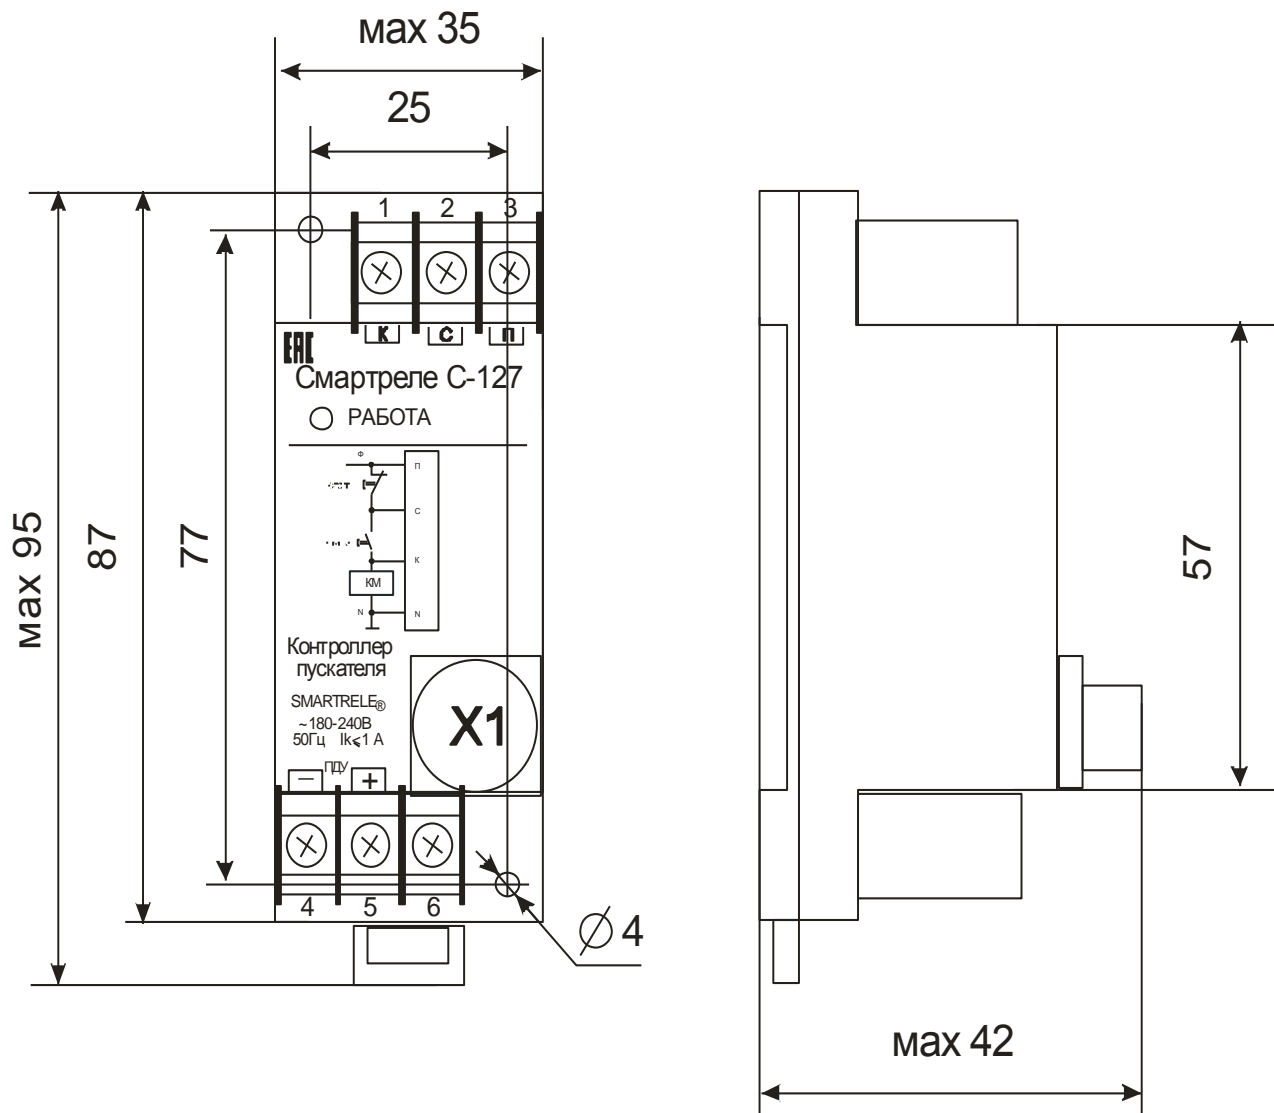

Рисунок 1- внешний вид, габаритные и установочные размеры Смартреле С-127
5.1 Внешний вид габаритные и установочные размеры контроллера показаны на рис.1.